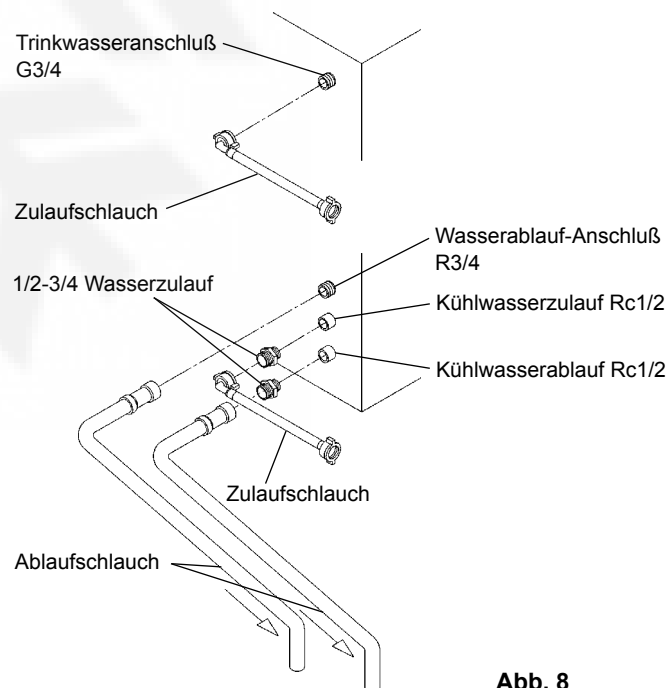

Abb. 8
[b] Anschlüsse entsprechend anderer als der WRC-Bestimmungen für Zubehörschläuche (Abb. 8)
2) Zum Anschluß des Verflüssigers mit den mitgelieferten Zubehörschläuche die gleichen Verbindungen wie oben in 1) bis 3) von [a] an den freien Enden der 1/2-3/4 Wasserzulaufe wie dargestellt (Abb. 8) verbinden.